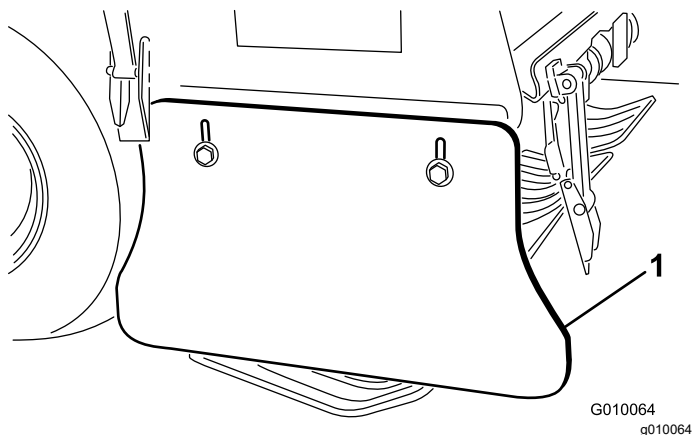

Figura 172
2. Slăbiți uruburile și contrapiuliile cu guler care fixează protecția laterală pe cadrul capului de carotaj (Figura 172).